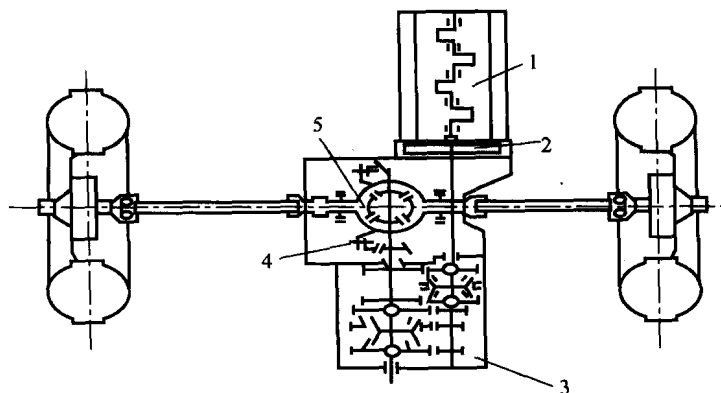

图 1-5 发动机前置前轮驱动(FF 型)
(2) 发动机前置前轮驱动(FF 型)。发动机前置前轮驱动(FF 型)方式如图 1-5 所示,它将变速器、主减速器和差速器装配成一个整体,与发动机、离合器一起布置在汽车前部,省去了安装在变速器与驱动桥之间的万向传动装置。发动机可以横置或纵置。发动机横置时,主减速器多采用较简单的圆柱齿轮副。发动机纵置时,主减速器则大多采用螺旋锥齿轮副。此种传动系布置结构紧凑,整车质心降低,可提高汽车高速行驶的操纵稳定性,但前轮载荷过重,上坡和下坡时行驶稳定性较差。目前广泛应用于微型、普通型和中级轿车上,在中高级和高级轿车上的应用也逐渐增多。